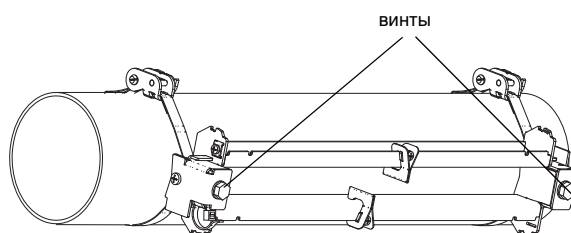

Рис. 8.43: Рельс на трубе
- Поставьте рельс на зажимы для стальной ленты (смотри Рис. 8.43).